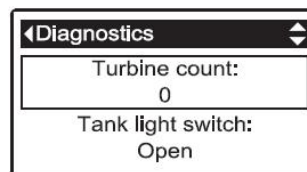

РИС. 133
2. Нажать кнопку **ВНИЗ (▼)** и прокрутить список до появления надписи **Счетчик турбины** (См. Рисунок 133).